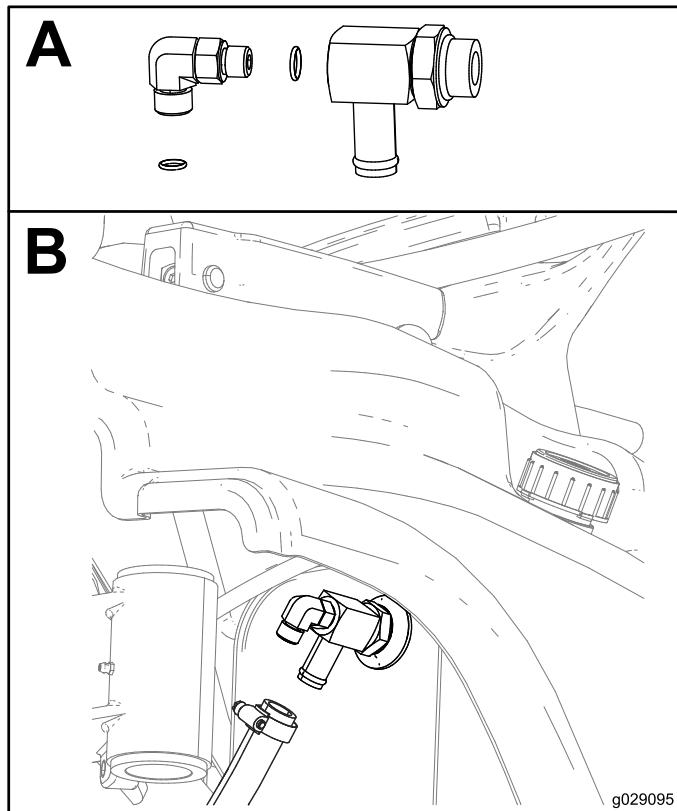

Figura 18
3. Instale a união a 90° (3/8 x 3/8 macho) na união a 90° (3/8 fêmea x 3/8 macho x $\frac{3}{4}$ pol. rosca), conforme se mostra na Caixa A da Figura 18.
4. Retire a união de cotovelo atual da traseira do depósito hidráulico no lado direito da máquina e instale a união de 90° e adaptador e ligue o tubo como se mostra na Caixa B da Figura 18.